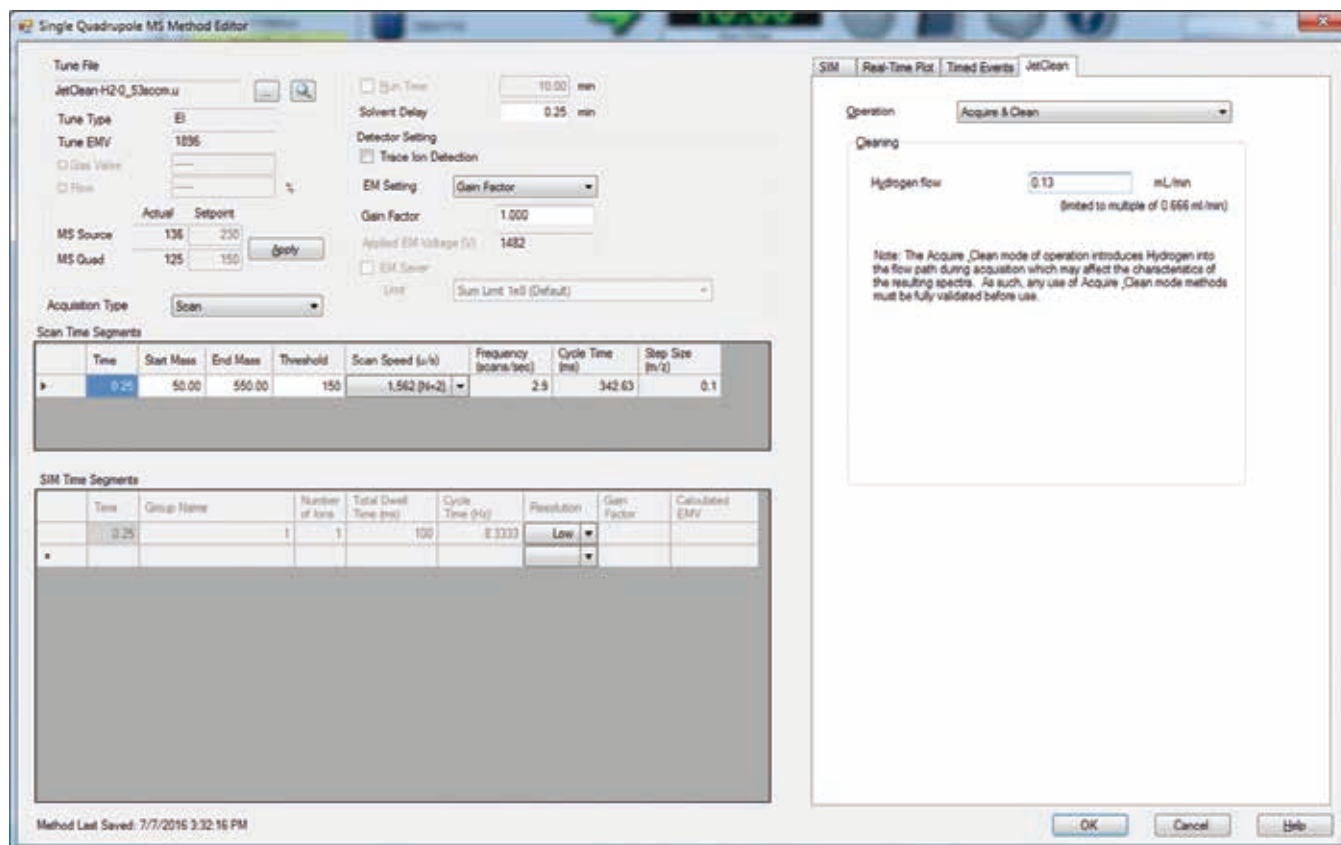

図 5. A) トリプル四重極の測定とクリーニング。B) シングル四重極の測定とクリーニングでの水素流量設定値。
この手法では、きわめて低い流量で追加される水素を除いて、サンプル測定用に作成した GC メソッドパラメータが変更されることはありません。MS パラメータで低流量を選択して設定し、メソッドを保存します。図 5 は、水素を用いた測定とクリーニング用の JetClean パラメータメソッドパネルです。設定するパラメータは、水素流量のみです。表 1 ～ 表 3 は、サポートされるイオン源の設定値の範囲を示しています。JetClean パラメータメソッドパネルでの水素の流量は、システムのチューニング時に使用した流量と一致しなければなりません。シングル四重極 (SQ) の場合、Atune ではなく Tune MSD を使用する必要があります。最初に選択した流量をチューニングした後、適切なチューニングファイルをロードし、パネルで流量を設定することによってチューニングファイルを作成します。適切なチューニングファイルを容易に選択するために、チューニングファイル名に水素流量の設定値 (例えば、Atune-H2-0_13scm...) が含まれるようにします。このファイル名を選択して保存した後、チューニングを開始します。チューニングファイルの流量がメソッドの流量設定値と適合しない場合は、警告が表示されます。チューニングレポートには水素流量の設定値が引用されます。